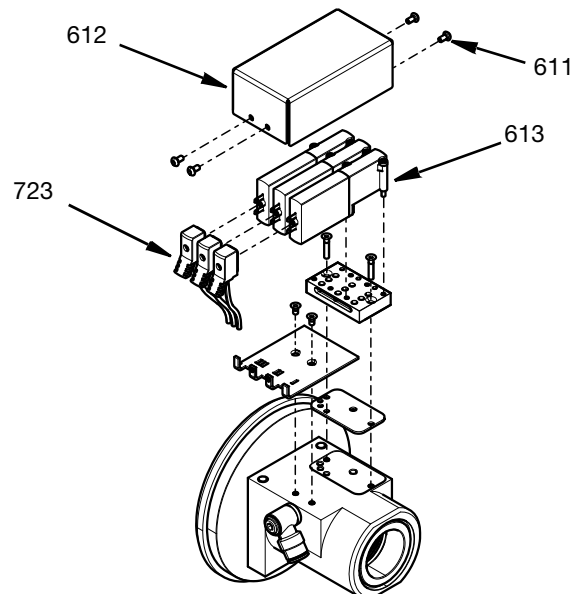

FIG. 20
12. On peut accéder aux électrovannes et au collecteur en enlevant le couvercle (612) et en retirant les quatre vis M3 (611). Les connecteurs de câble (723) peuvent être débranchés et les électrovannes (613) peuvent être retirées à l'aide de leurs vis. Voir FIG. 20.